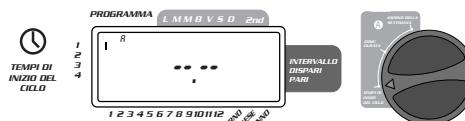

FIGURA 5: Visualizzatore a cristalli liquidi con orario di avvio
- Il modo di impostazione dell'orario di avvio è uguale per entrambi i programmi. Ruotare il selettori girevole sulla posizione **ORA D'INIZIO** nel programma che si vuole impostare. Il visualizzatore mostrerà A o B a seconda del programma selezionato. Il visualizzatore mostrerà —— ed un cursore lampeggiante nella posizione **INIZIO 1** [vedi figura 5].